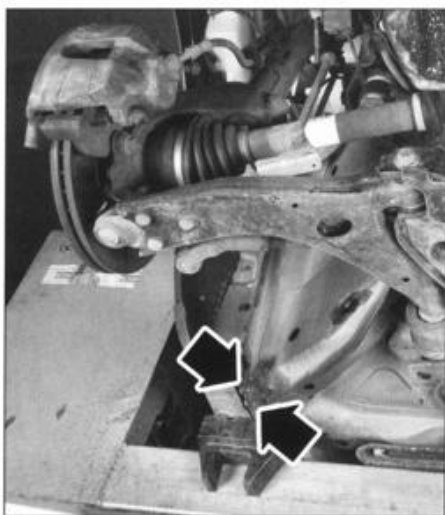

FIG. 18
- los dos tornillos (fig. 18).